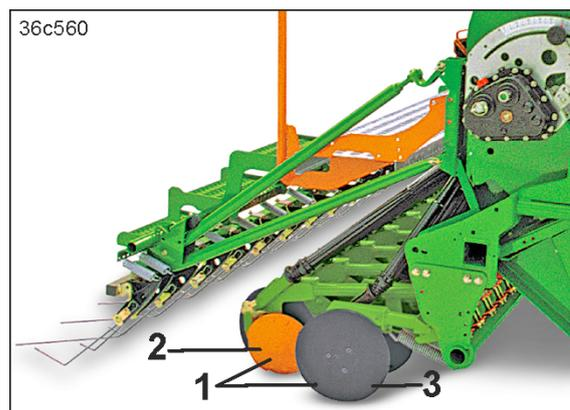

Рис. 75
Сошник RoTeC Control (Рис. 75/1) служит для укладки семян в запаханной или мульчированной почве, в том числе при больших количествах соломы и остатков растений.
Благодаря опиранию сошника на дисковый или роликовый ограничитель глубины (Рис. 75/2), а также высокому давлению обеспечивается плавный и устойчивый ход сошника с точной глубиной укладки семян.
- очистка задней стороны стального диска (Рис. 75/3).